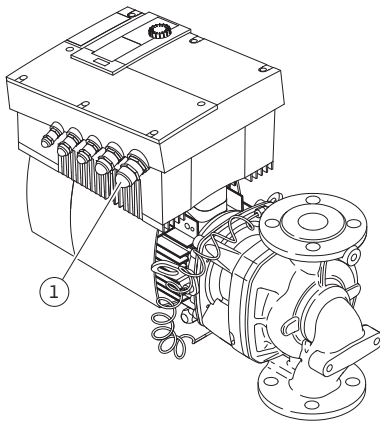

Fig. 28: Prensaestopas M25
- Se ha de guiar el cable de alimentación eléctrica a través del prensaestopas M25 (Fig. 28, pos. 1).